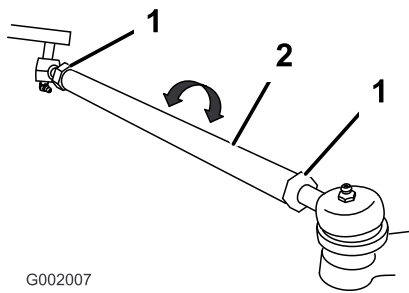

Figure 59
- Si les mesures sont hors spécifications, desserrez les écrous de blocage aux deux extrémités des biellettes (Figure 59).